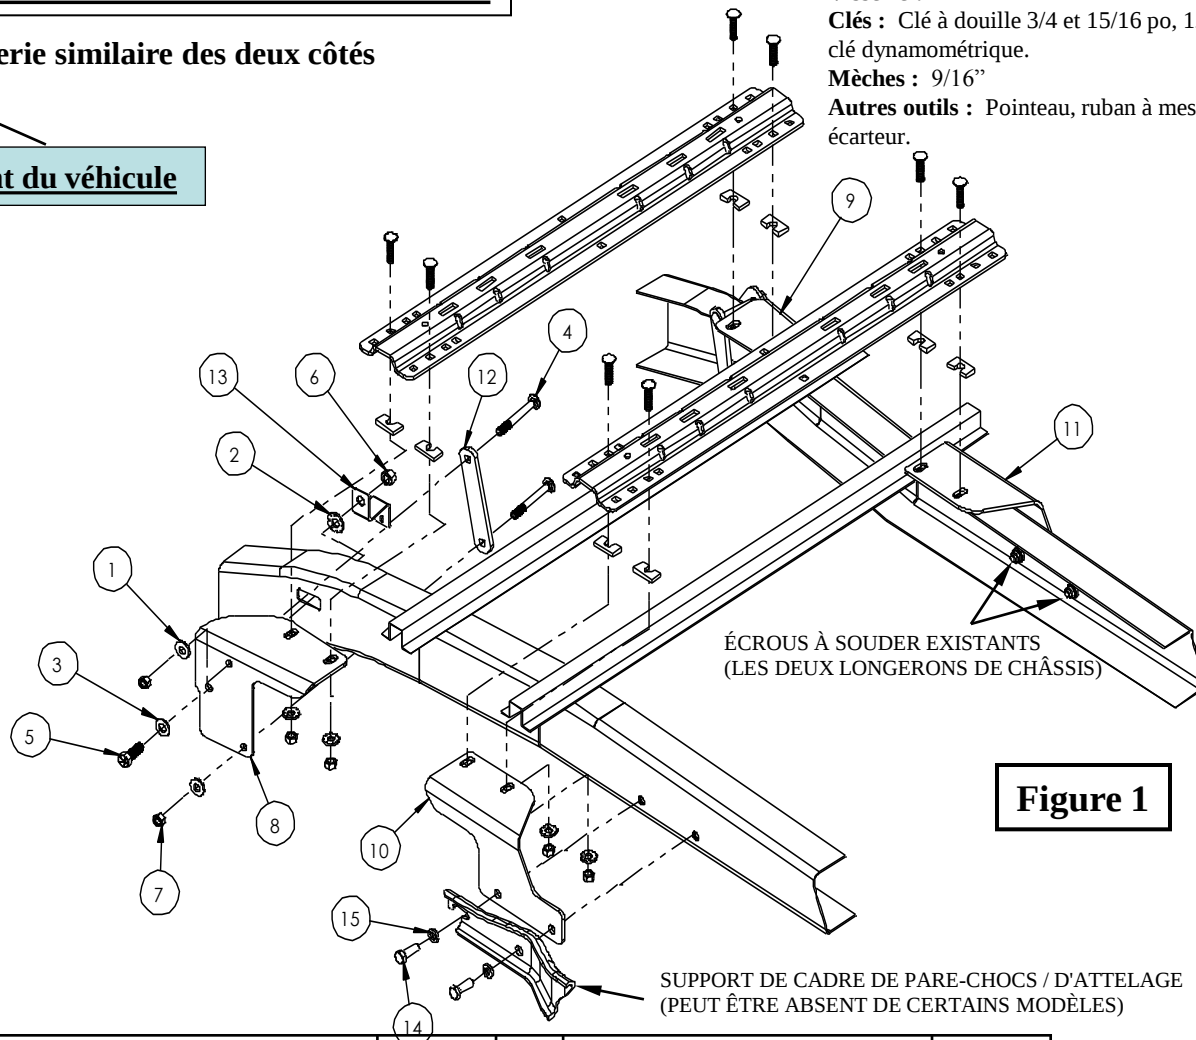
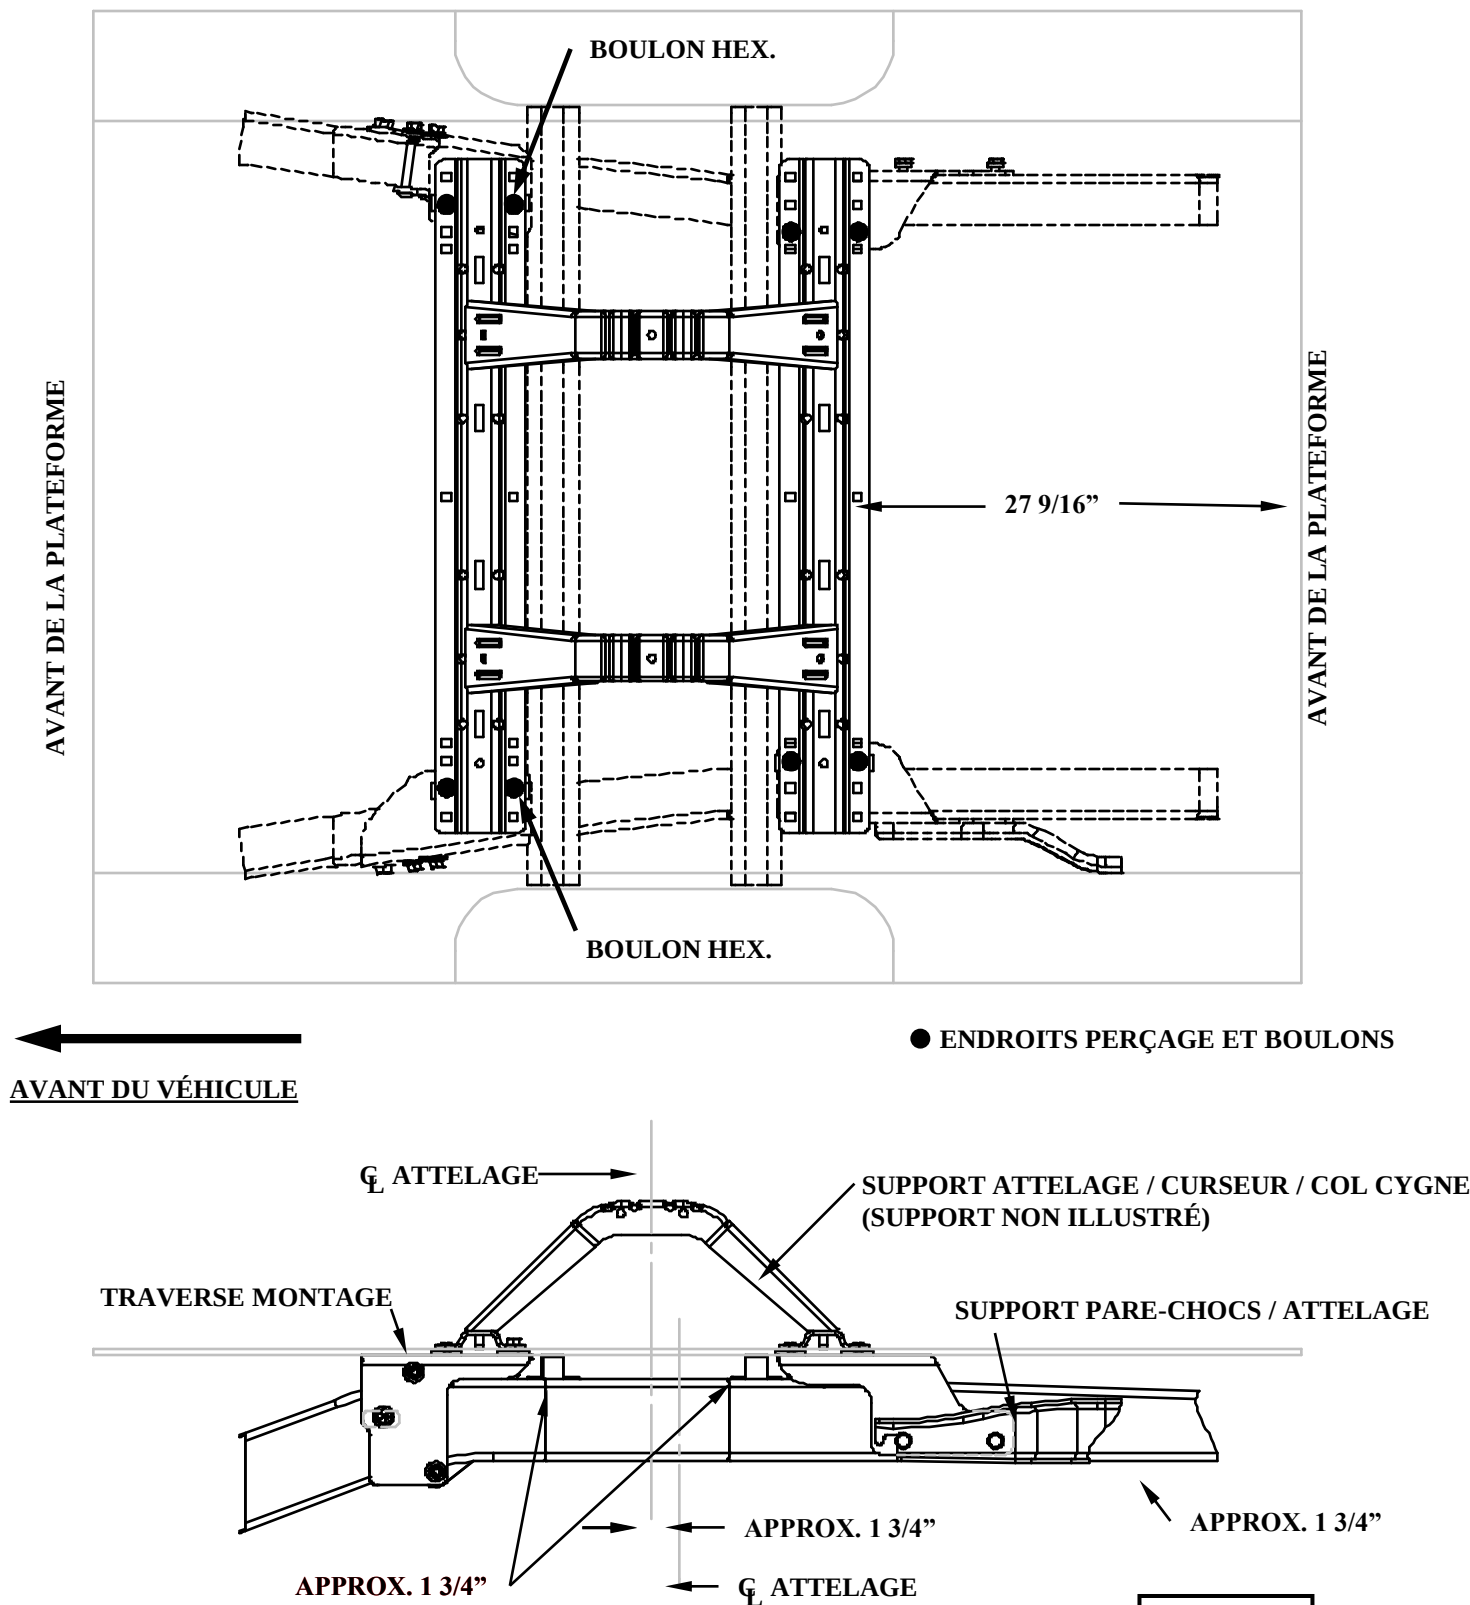

Figure 1
Figure 3
Pour une installation selon les Figures 1 et 3, durant le perçage, veiller à protéger le réservoir d'essence, les tubes de remplissage, les conduites de frein et le faisceau de fils en plaçant une pièce métallique entre le plancher de caisse et les composants à risque du côté conducteur. L'on prévient ainsi le perçage de ces composants sensibles.
2. Pour l'emplacement du support avant côté conducteur, enlever l'écrou sur l'extérieur du cadre qui supporte le coffret de branchement existant. Repositionnement plus tard: le coffret de branchement à l'aide du support en S et les fixations de cadre d'origine pour obtenir un dégagement supplémentaire pour la bride de support côté conducteur. Voir la Figure 1.
1. Avec le support de pare-chocs/d'attelage tourné vers le bas pour procurer un dégagement aux supports de cadre (10) et (11), positionner les supports de cadre (10) et (11) sur le cadre du véhicule. Retourner le support de cadre de pare-chocs/d'attelage en position et poser sans trop serrer les boulons 14mm (14) et les rondelles freins 9/16 po (15). **Nota :** Le support de cadre (10) et (11) doit être intercalé entre le cadre du véhicule et le support de pare-chocs/d'attelage.
2. Placer la traverse de montage arrière dans la caisse de la camionnette et, à l'aide d'un ruban à mesurer, centrer la traverse entre les joints de soudure sur la longueur du plancher de caisse et mesurer la distance correcte à partir du bord arrière de caisse, voir la Figure 3.
3. Marquer l'emplacement des trous à l'aide d'un pointeau, comme illustré à la Figure 3. Écarter le rail de l'accès et percer chaque position à l'aide d'un foret 1/8. **Avertissement : Lors du perçage, veiller à ne pas endommager les composants du véhicule et à prendre les mesures de protection nécessaires.**
4. Vérifier que les trous 1/8 po percés s'alignent sur les fentes des supports de cadre arrière (10) et (11).
7. Poser les boulons de carrosserie 1/2 x 2 po en plaçant l'espaceur en U dans la cannelure entre la caisse et la traverse de montage, ou entre la caisse et le support de cadre (10) et (11). Ceci permet le contact métal à métal et empêche l'écrasement des ondulations. Fixer à l'aide d'espaces, de rondelles et d'écrous hexagonaux selon la Figure 1, puis serrer fermement pour empêcher la traverse de montage de bouger.
9. Marquer l'emplacement des trous à l'aide d'un pointeau, comme illustré à la Figure 3. Écarter la traverse et percer chaque marque à l'aide d'une mèche 1/8 po. **Avertissement : Lors du perçage, veiller à ne pas endommager les composants du véhicule et à prendre les mesures de protection nécessaires.**
13. Faire pivoter les supports avant côté conducteur (8) et côté passager (9) en place sur l'extérieur du longeron côté conducteur, de façon que les trous de boulon supérieur et inférieur maintiennent un dégagement dans le haut et le bas du cadre, tandis le trou médian s'aligne sur la fente existante du cadre. En plaçant le haut du support contre le bas de la plateforme du camion, s'assurer que les trous percés de 1/8 po s'alignent sur les fentes des supports de cadre avant (8).
- Insérer un boulon de carrosserie 1/2 x 5 1/2 po (4) dans chaque orifice carré d'une bride de support (12) de façon que le boulon glisse fermement en position.
- En commençant par le trou de montage avant côté conducteur, placer la bride (12) et les boulons (4) sur l'intérieur du cadre de façon que les boulons glissent à travers les trous de bride supérieur et inférieur sur le support.
- Poser la rondelle conique 1/2 po (1) et l'écrou 1/2 po (7). (Serrer à la main seulement)
- Poser le boulon 5/8 x 1 3/4 po (5) avec la rondelle plate (3) dans les supports de cadre (8)(9) et le cadre, et poser la rondelle conique 5/8 po (2), le support en S (13) (côté conducteur seulement) et l'écrou 5/8 po (6). (Serrer à la main seulement)
17. Poser les boulons de carrosserie 1/2 x 2 po en plaçant l'espaceur en U dans la cannelure entre la caisse et la traverse de montage, ou entre la caisse et le support de cadre (8) et (9). Ceci permet le contact métal à métal et empêche l'écrasement des ondulations. Fixer à l'aide d'espaceurs, de rondelles et d'écrous hexagonaux selon la Figure 1, puis serrer fermement pour empêcher la traverse de montage de bouger.
Nota: Utiliser un boulon hexagonal avec rondelle plate (17) au lieu de boulons de carrosserie 1/2 x 2. Voir Figs 1 et 3.